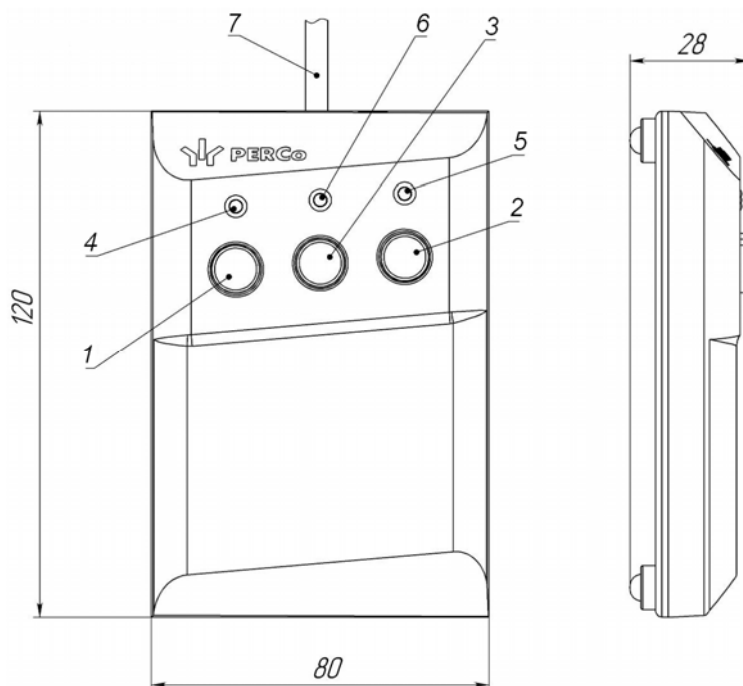

Рисунок 4. Общий вид и габаритные размеры ПДУ
ПДУ (16) выполнен в виде небольшого настольного прибора в корпусе из ударопрочного АБС пластика и предназначен для подачи команд управления оператором при ручном управлении ЭП и индикации текущего состояния направлений прохода ЭП. Внешний вид и габаритные размеры ПДУ показаны на рис. 4.